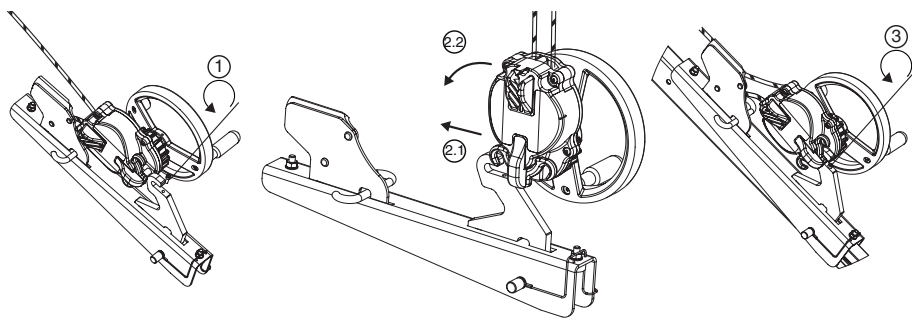

Fig. 8
### 6.3.4. Apparecchio Derope™ UP R (Fig. 8, 9 e 10)
L'apparecchio Derope™ UP R deve essere fissato sulla gamba del treppiede tracpode di Tractel® come indicato alla Fig. 8. È vietato qualunque altro fissaggio in un punto diverso del treppiede tracpode di Tractel®.
1. Svitare la vite di bloccaggio del gancio di fissaggio della console per apparecchio Derope™ UP R (Fig. 8,1).
2. Posizionare l'apparecchio Derope™ UP R sul gancio di fissaggio (Fig. 8, 2.1 – 2.2).
3. Riavvitare la vite di bloccaggio in modo da impedire all'apparecchio di staccarsi dalla console (Fig. 8, 3) e verificare che questa sia ben posizionata e fissata.